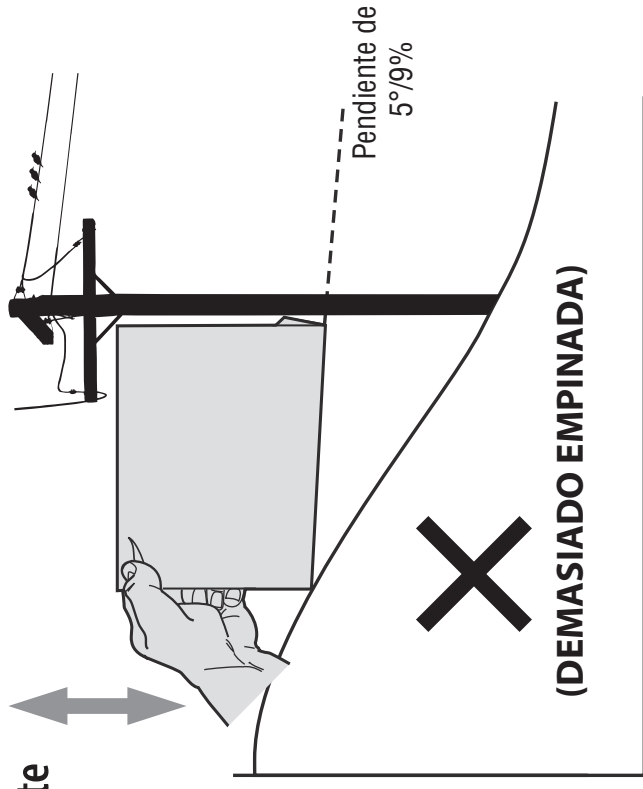

Figura 2
5. Si hay un espacio debajo del indicador, la pendiente es demasiado empinada para operar en forma segura (Consulte la Figura 2 anterior).